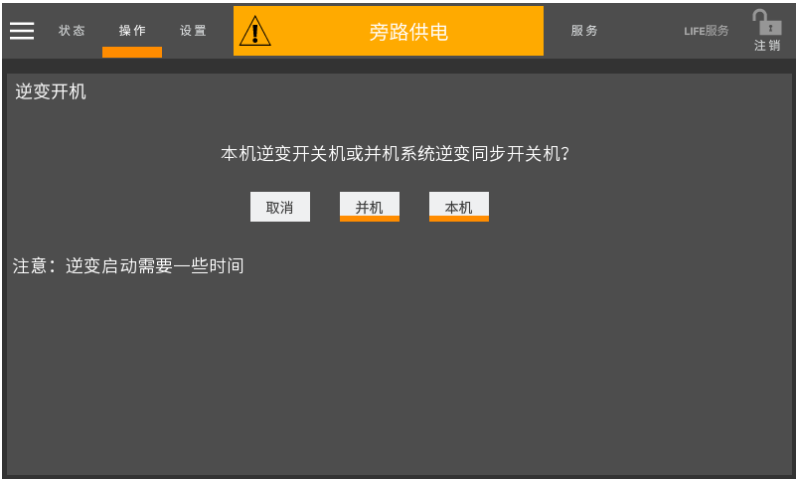

图7-5 并机系统 UPS 同步开机
3. 待单机整流器功率流流动时，闭合电池开关，在触摸屏上进行开机操作。在图 7-5 的界面时选择本机。